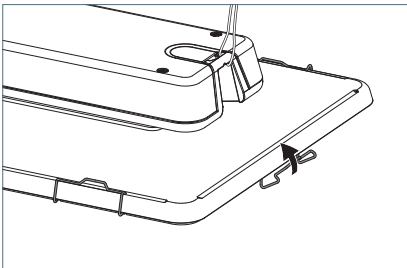

Fig. 13: Fixer la vitre de protection.
- Fixer la vitre de protection sur le luminaire en relevant les six clips de retenue, voir Fig. 13.